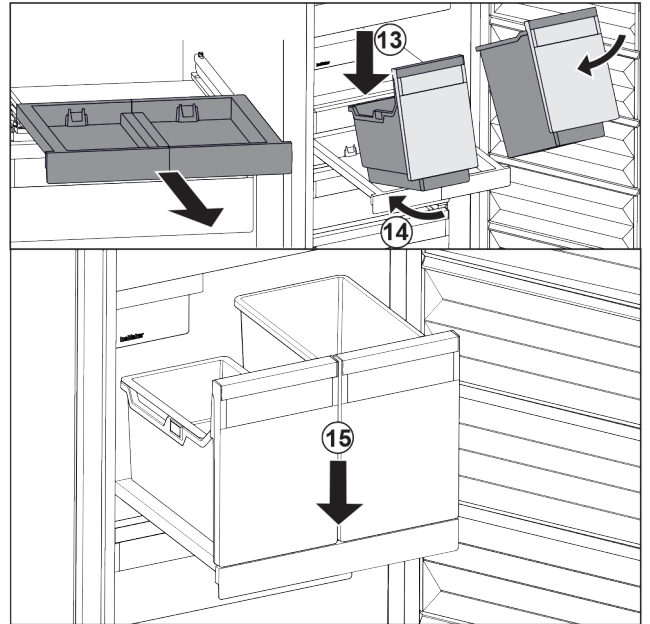

Fig. 47
- Aseta säiliö vinosti vetotasolle. Fig. 47 (13)
- Työnnä säiliötä vinosti taaksepäin. Fig. 47 (14)
- Laske säiliö edestä alas. Fig. 47 (15)